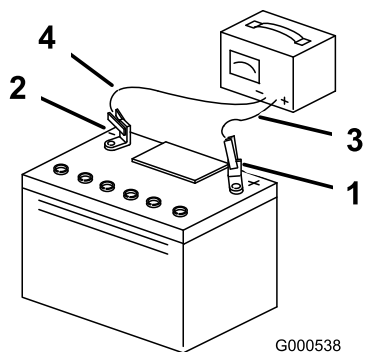

Figura 46
3. Cuando la batería esté completamente cargada, desconecte el cargador de la toma de electricidad, luego desconecte los cables del cargador de los bornes de la batería (**Figura 46**).